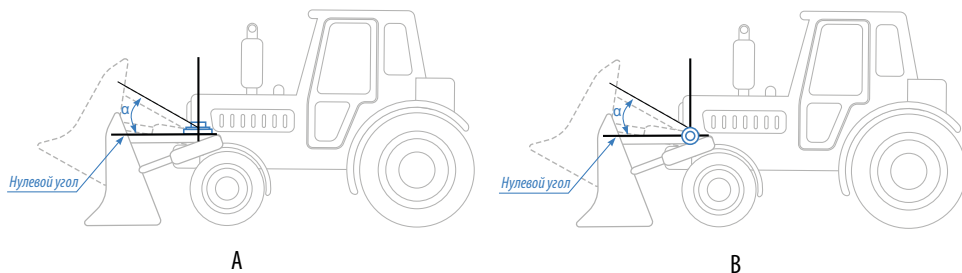

Рис.1. Пример установки датчика угла.
- Во всех режимах датчик осуществляет измерение угла наклона ( $\alpha$ ) относительно горизонтальной плоскости, обозначающей нулевой угол, кроме режимов «Тангаж» и «Крен». Начальное положение датчика при установке может быть произвольным, что позволяет установить его на любой подходящей плоскости. Например, на Рис.1, (А) датчик установлен на горизонтальной площадке, на Рис.1, (В) – на боковой площадке.